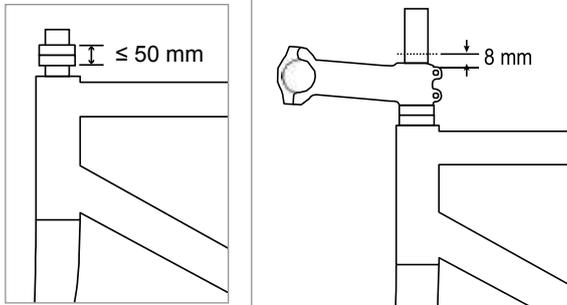

図4 図5
6. ステアチューブにスペーサーを1つ以上追加し、スペーサースタックが50 mmを超えないようにします(図4)。